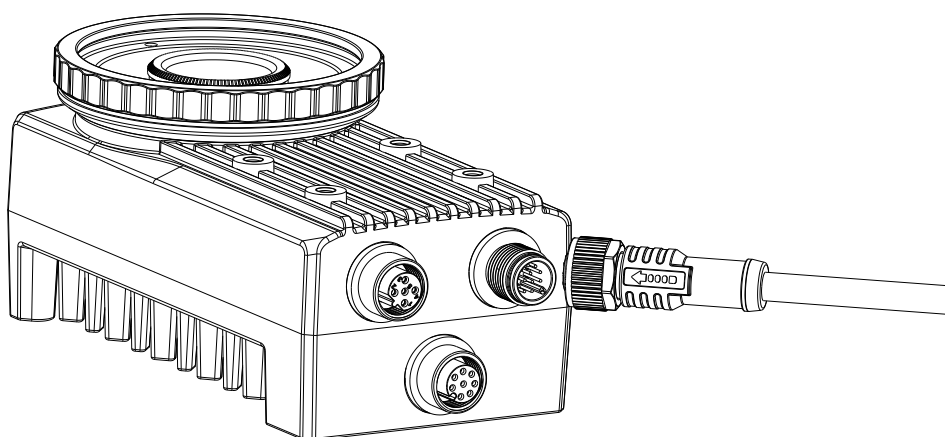

图2-7 相机 I/O 接口
4. 使用 12-pin 电源 I/O 线缆，按照正确的接线方法接在合适的电源适配器或开关电源上给相机供电，如图 2-7 所示，此为不含光源和镜头罩型号智能相机示意图。